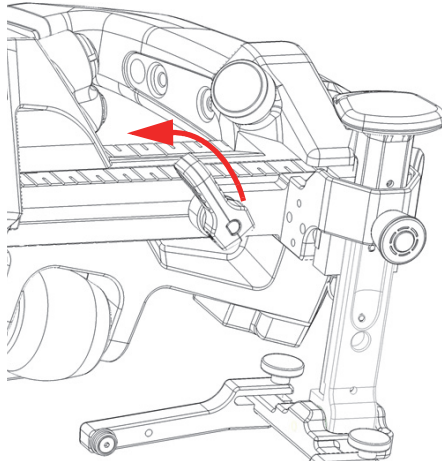

Abbildung 2-9 Positionshebel entriegelt
1. Drehen Sie den Positionshebel gegen den Uhrzeigersinn, um den Sensorhalter (Abbildung 2-9 auf Seite 46) zu lösen.